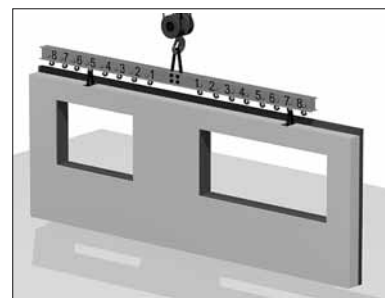

Figura 3: con questo tipo di bilanciere/distanziatore è possibile compensare eventuali squilibri.
- Accertarsi che le cinghie di imbracatura e le cinghie monouso non siano eccessivamente sollecitate dal tiro obliquo (foto 2); stabilire la posizione dei punti di fissaggio, usare bilancieri/distanziatori (figura 3).